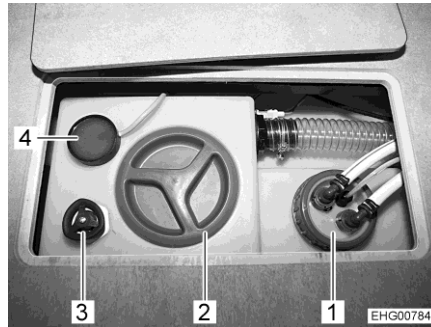

Fig. 129 Tirador giratorio, purga de agua
- Girar el tirador giratorio (Fig. 129,3) en el depósito de agua en sentido contrario a las agujas del reloj hasta el tope.
- Girar el tirador giratorio (Fig. 129,3) en el depósito de agua en sentido de las agujas del reloj hasta el tope.